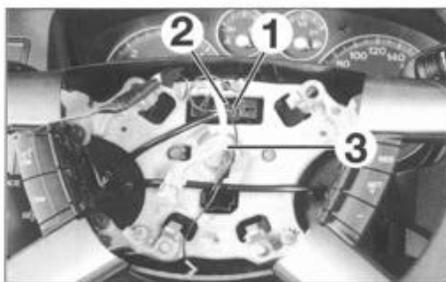

FIG. 3
- Sacar los conectores de masa (1) y del regulador de velocidad (2) (según equipo) (fig. 3).
- Desmontar el tornillo de fijación del volante de dirección (3).